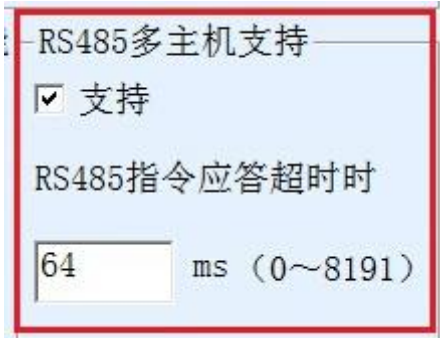
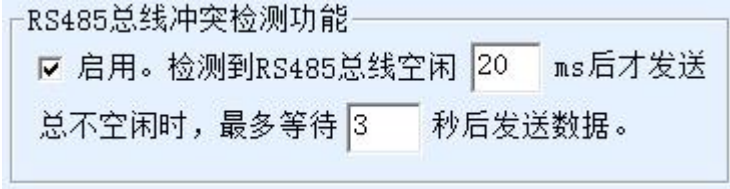

图 41 RS485 多主机支持
图 42 RS485 防冲突空闲时间
1. 图 42 所示为“RS485 总线防冲突时间”，一般可以设置为参数配置界面右下角的“数据包间隔”的两倍，但是最小不能小于 20。
2. 图 41 所示为“RS485 指令应答超时时间”，一般根据来回应答的指令长度决定，如果发送指令为 N 字节，应答为 M 字节，那么建议设置的值为：“数据包间隔” × (N+M+5) +100。
此时需要注意的是需要将图 42 所示为“RS485 总线防冲突时间”和图 41 所示为“RS485 指令应答超时时间”的两个勾去掉。否则无法实现上述转发功能。